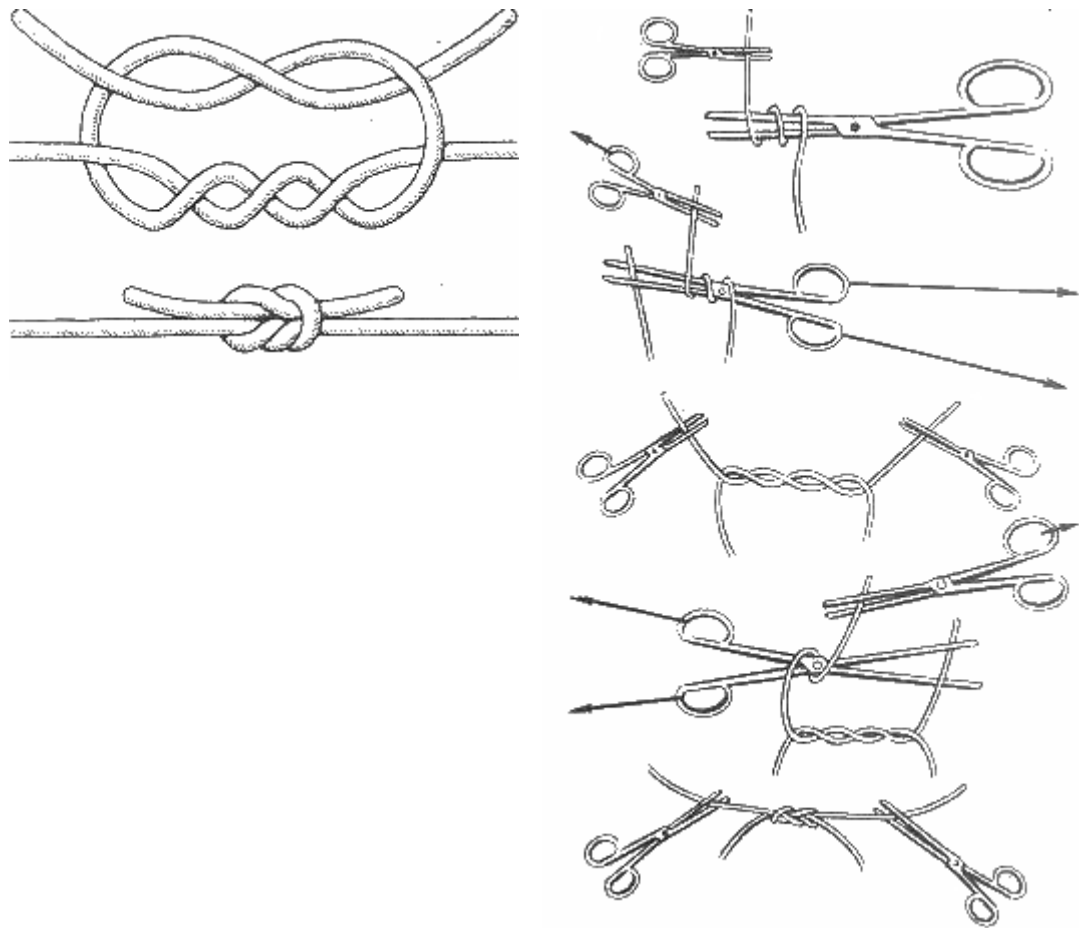

Рис. 27. Хирургический узел
**Хирургический узел** (рис. 27). Как уже рассказывалось в начале этой книги, узлы издавна применялись для различных целей не только в морском деле, но и в медицине. Ими до сих пор пользуются хирурги для завязывания нитей лигатур при остановке кровотечения и для сшивания тканей и кожи. В наши дни медицина еще не отказалась от применения узлов, и врачи умело их используют. При полостных операциях хирургам приходится накладывать швы из кетгута (особого материала, получаемого из слизистого слоя кишок барана или овцы), который через 3-4 недели рассасывается. При завязывании кетгут скользит, и, делая на нем узлы, хирурги пользуются особыми зажимами.